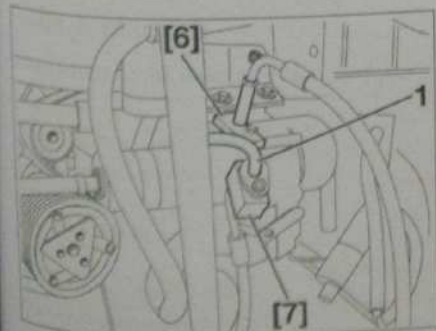

Fig. 22
- Écarter le tuyau haute pression (1) (Fig.22).